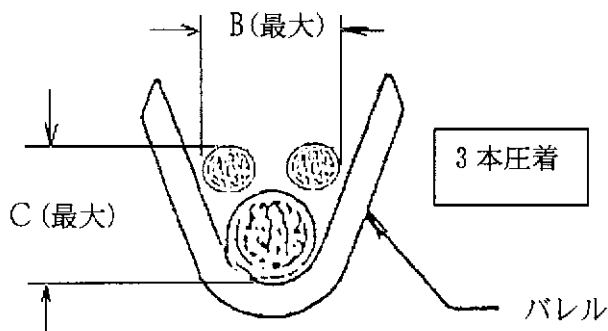

Fig.4
- 3本圧着の場合は、電線を Fig.4 のように重ねて圧着する。この場合、絶縁被覆外径の規制は、Fig.4 の通りである。但し3本のうち2本の外形が同一の場合は、この2本を横並びとする。又3本とも外形が違う場合は、径の小さい2本を横並びとする。
- Refer to Fig.4, when crimping three wires. Diameter of the wire insulation shall be as specified in Fig.4 also. If two of the three wires are same in diameter, they shall be placed abreast. If diameters of the three wires are different from one another, two wires of small in diameter shall be placed abreast.
- 3本圧着は1本の絶縁被覆外径が Fig.4 の付表に示す範囲の電線を使用すること。
- Diameter of a wire shall be in the range tabulated in Fig.4 when crimping three wires.